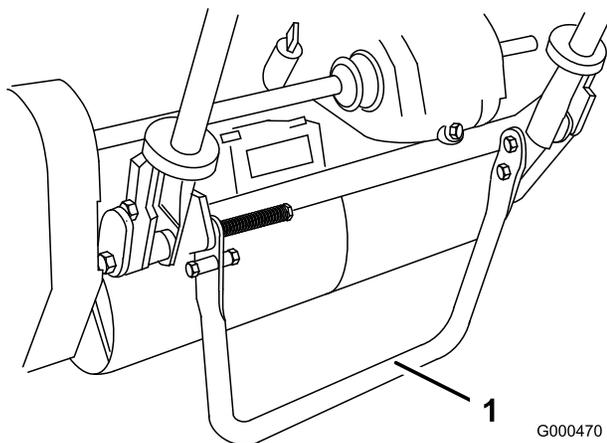

図 16
1. キック・スタンドを立てる (スタンドを足で下げながらハンドルを持ち上げる; 図 16)。